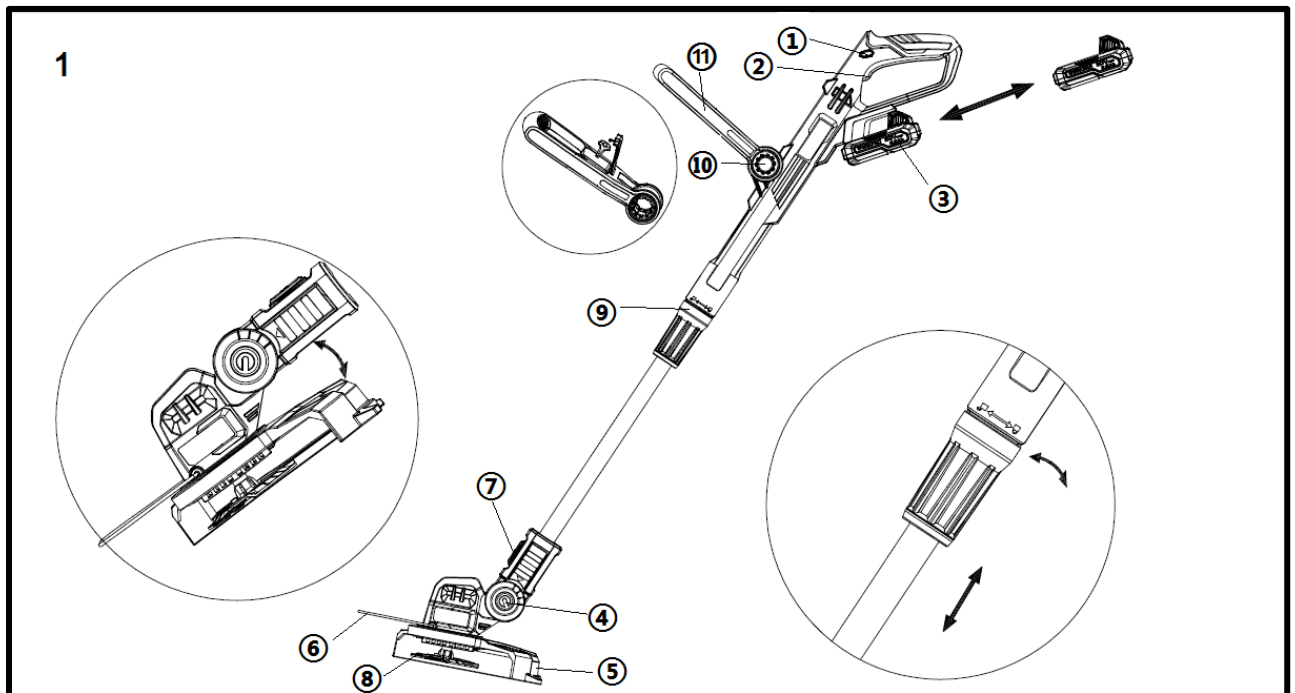

Figura 1: Desbrozadora
Ajuste la desbrozadora a su altura. Para ello, afloje el collarín roscado de la articulación del eje (figura 1, pos. 9). Extraiga el eje inferior hasta alcanzar la longitud ideal. A continuación, apriete el collarín roscado.
Ajuste el asa a su altura. Para ello, pulse los botones situados a ambos lados de la empuñadura y manténgalos pulsados (figura 1, punto 10). Ajuste la empuñadura a la posición deseada. Suelte el botón cuando haya alcanzado la posición deseada.
El cabezal de la desbrozadora puede ajustarse en tres ángulos. Esto facilita el acceso a los lugares problemáticos y de difícil acceso del jardín. El cabezal de corte debe estar siempre paralelo al suelo. Pulse el botón de bloqueo para ajustar el ángulo de corte deseado (figura 1, punto 4).
Introduzca la batería en la guía. A continuación, presione el dispositivo de seguridad (figura 1, punto 1) situado en el lateral y, seguidamente, accione el interruptor de encendido/apagado (figura 1, punto 2), poniendo en marcha el aparato. Si se suelta el interruptor de encendido/apagado, el aparato deja de funcionar. Atención: Después de soltar el interruptor de encendido/apagado, el disco girará ligeramente durante unos segundos más. Para una parada inmediata, presione el disco sobre la superficie del césped.